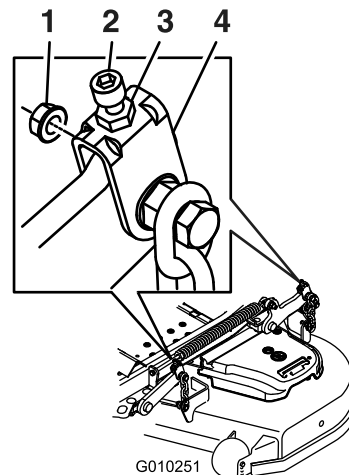

**Figura 86**
- En ambos lados de la carcasa, mida desde la superficie nivelada hasta la punta delantera de la cuchilla (Posición A). La distancia debe ser de 7.6 cm (3") (Figura 86).
15. En ambos lados de la carcasa, mida desde la superficie nivelada hasta la punta trasera de la cuchilla (Posición B). La distancia debe ser de 8.3 cm (3 1/4") (Figura 86).